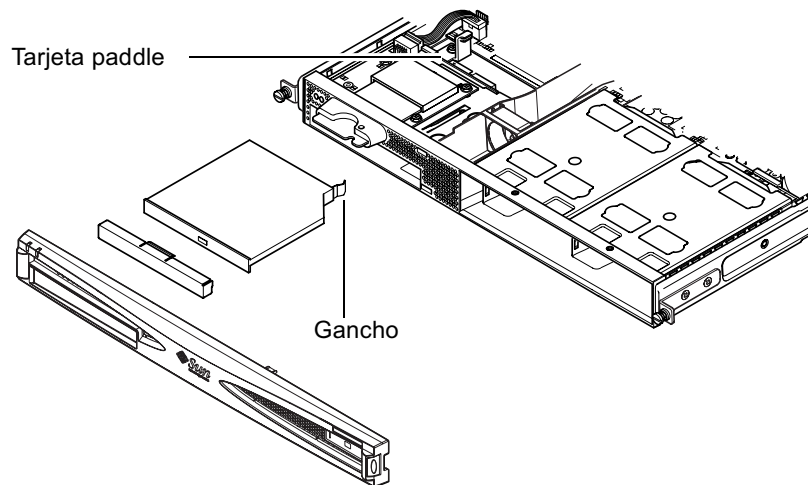

FIGURA 4-5 Instalación de una unidad de DVD o CD-ROM interna
5. **Introduzca la unidad de DVD o CD-ROM en el chasis con cuidado (consulte la FIGURA 4-5).**
Asegúrese de que el gancho situado en la parte posterior de la unidad de DVD o CD-ROM encaje en el chasis. Introduzca la unidad de manera que los conectores queden alineados y, a continuación, encajen en los conectores de la tarjeta paddle (consulte la FIGURA 4-5) situada en la parte posterior de la carcasa de la unidad en el chasis. Puede que tenga que sujetar la tarjeta paddle por el conector IDE negro para hacer que la unidad de DVD o CD-ROM encaje en el lugar adecuado.